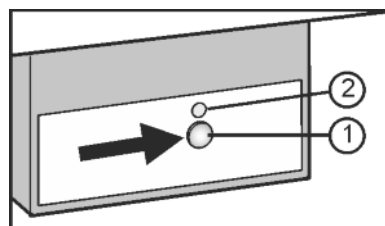

Fig. 18
- ▶ Нажмите и удерживайте кнопку On/Off Fig. 18 (2) так, чтобы светодиод Fig. 18 (2) загорелся.